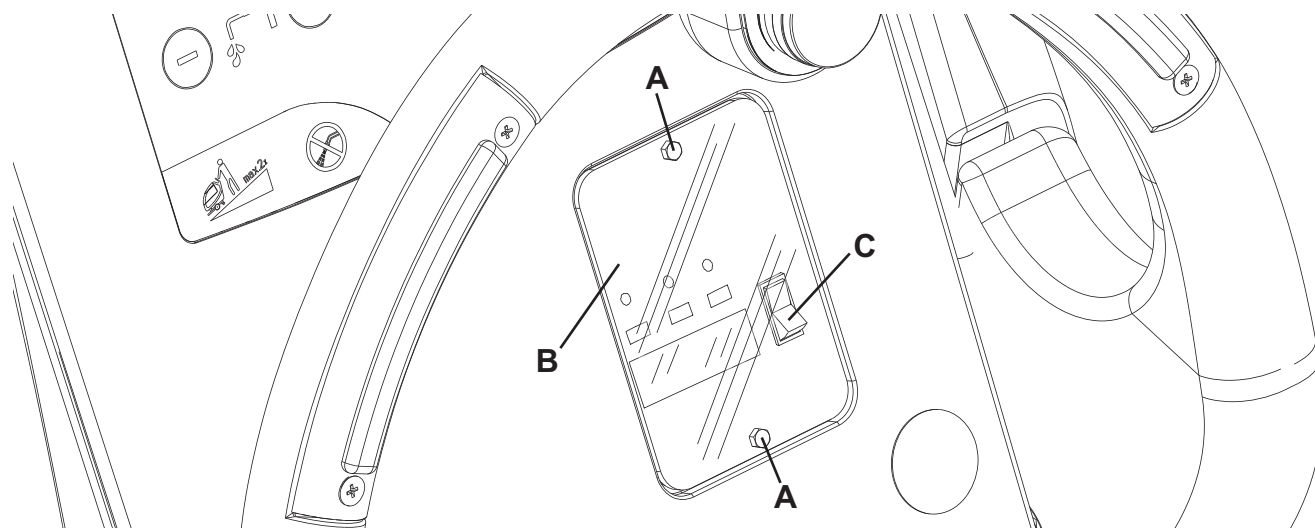

Рис. 1
7. Открутите винты окошка для проверки данных зарядного устройства (А, Рис. 1).